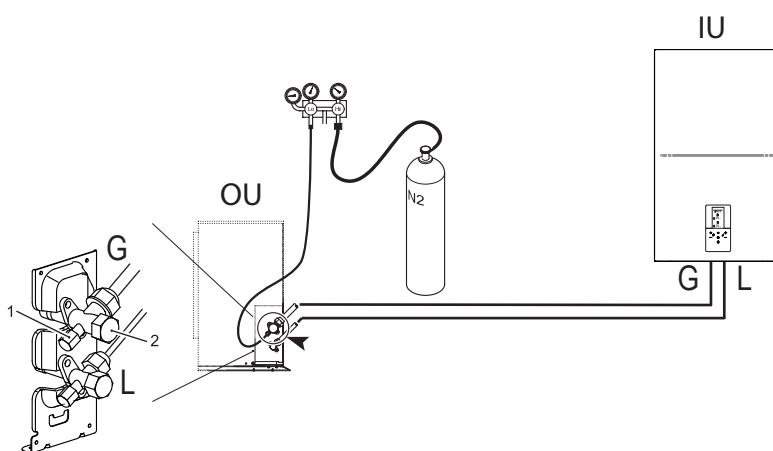

fig. 12 - Testi i rezistencës ndaj ajrit dhe zbulimi i rrjedhjeve
- Me rubinetat e njësisë së jashtme plotësisht të mbyllura, hiqni kapakun e rubinetit të shërbimit (pjesa 1 - fig. 12) dhe rakordin (pjesa 2 - fig. 12) e valvulës së gazit (atë më të madhen)